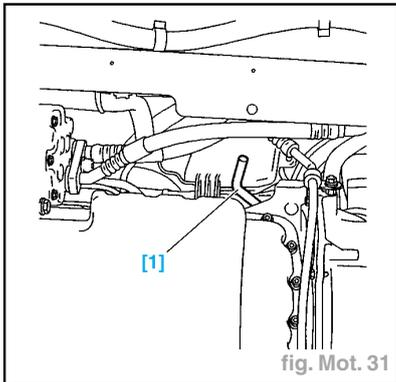

fig. Mot. 31
- Mettre en place la pige volant moteur [1] (par le dessous du véhicule) (réf. 7014TJ) (fig. Mot. 31).